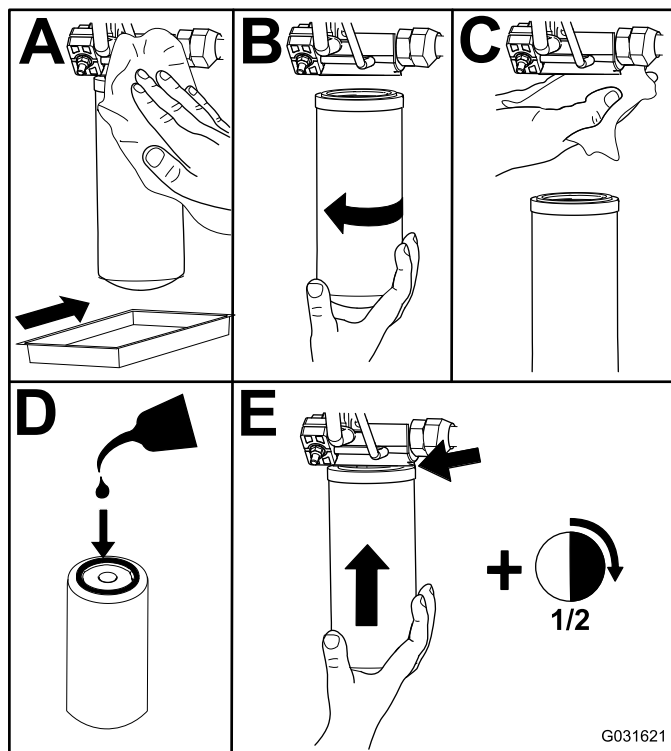

Figura 106
2. Sostituite i filtri idraulici (Figura 106).